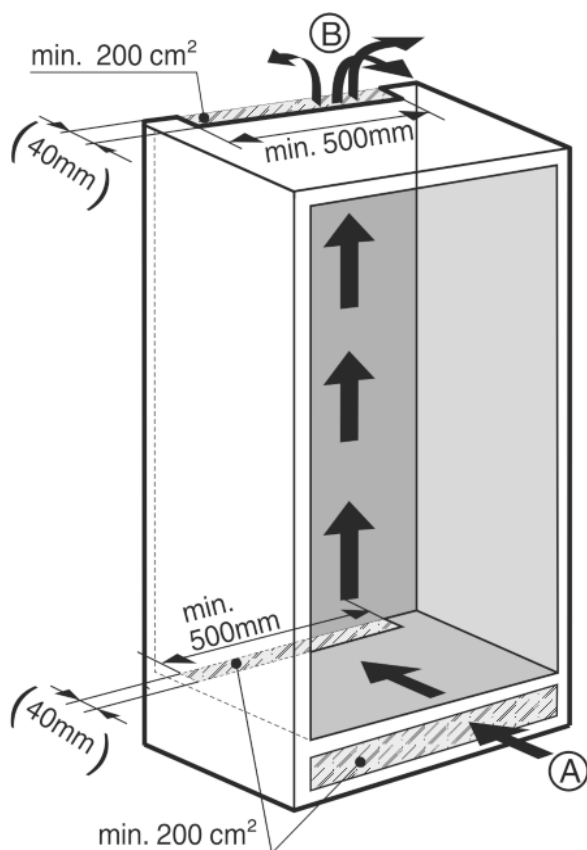

Fig. 3
- Pro každou chladničku musí mít větrací otvor průřez minimálně 200 cm² na vstupu Fig. 3 (A) a výstupu vzduchu Fig. 3 (B).